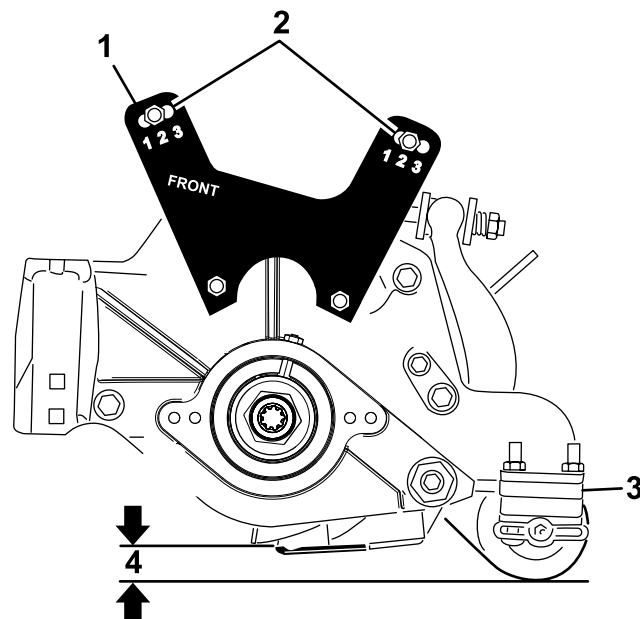

图21
- 如图21所示将滚刀组降低到地面上测量地面与底刀顶部之间的距离。